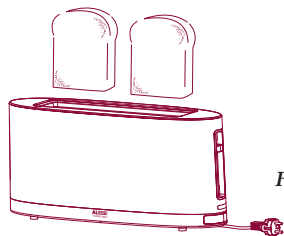

Fig. 3
- 1 Introduire une ou deux tranches de pain (fig. 3).